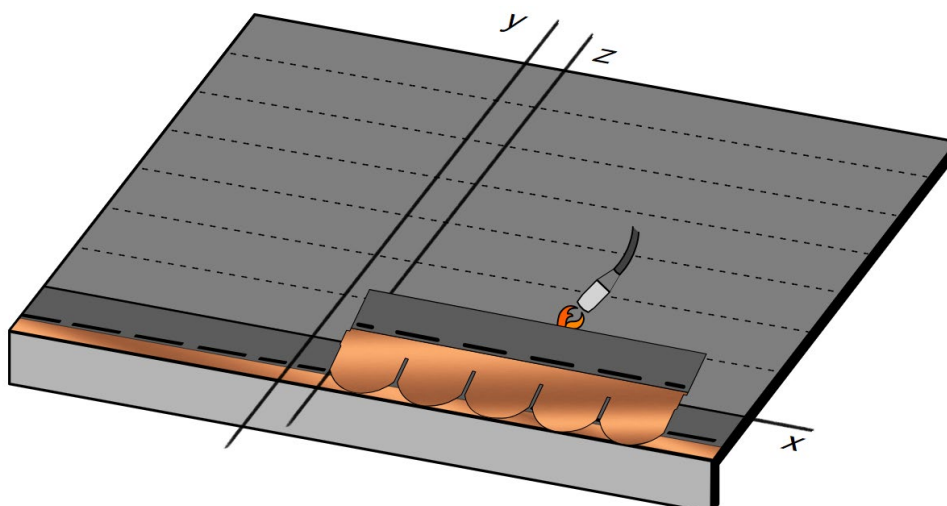

Fig. 17 - Installazione prima fila di tegole a fiamma
- Procedere con la posa della prima fila di tegole: allineare il bordo laterale della prima tegola sulla verticale **z** e il bordo superiore sull'orizzontale distante 14,5 cm da **x** – vedi Fig. 17. Fissare la tegola alla membrana usando la fiamma del cannello e sollevando la parte superiore della tegola con apposito strumento, Fig. 17. Le pastiglie autoadesive fisseranno le faldine delle tegole della prima fila alle tegole sottostanti della fila di partenza. Procedere con la posa di tutte le tegole della fila.